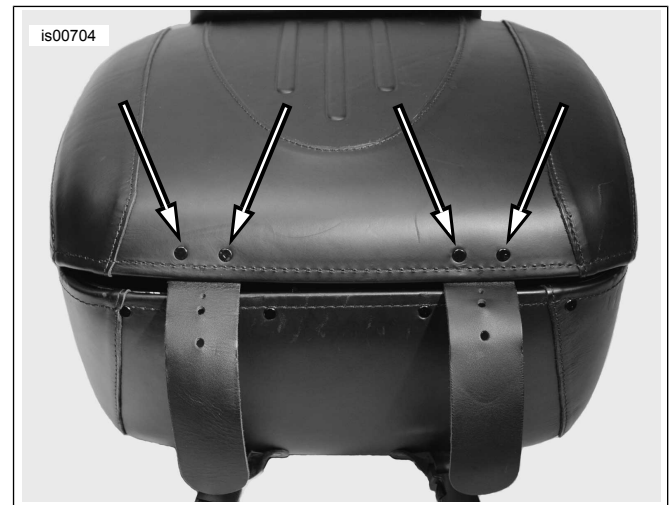

Figura 1. Posizione dei rivetti originali
2. Vedere Figura 1. Usando una punta da trapano di 4,8 mm (3/16 in) di diametro, forare con attenzione i quattro rivetti che fissano le cinghie di pelle al coperchio del Tour-Pak. Quindi, allargare i fori con una punta di 5,6 mm (7/32 in) di diametro. *Solo kit 53057-07:* non ci sono cinghie da rimuovere per questo kit. Aprire il Tour-Pak ed individuare i quattro fori sul lato interno del coperchio. Bucare con attenzione il cuoio dall'interno al centro di ciascuno dei quattro fori usando una lesina o un punteruolo N° 8. Dopo aver bucato il cuoio, inserire nei fori con attenzione una punta di trapano da 4,8 mm (3/16 in) di diametro dall'esterno del Tour-Pak.